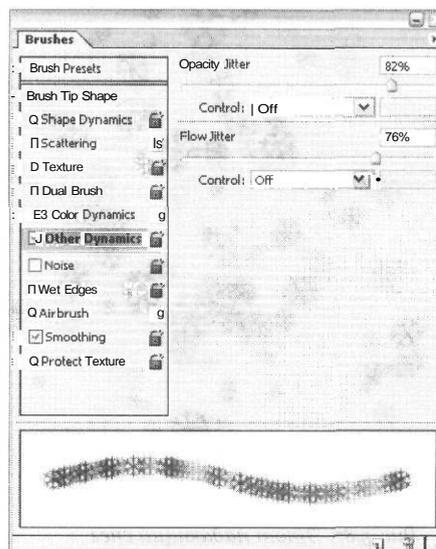

Рис. 5.84. Настройка **Other Dynamics**
**Other Dynamics** (рис. 5.84) - здесь задаем изменения прозрачности снежинки по ходу линии, аналогично тому, как в предыдущем пункте изменялись цветовые характеристики.